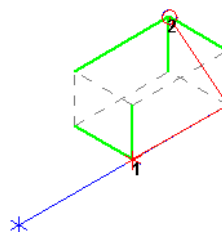

Рис.2
- ▼ **По ребру и диагонали** — выбранные точки соединяются двумя сегментами, один из которых лежит на ребре, другой — на диагонали параллелепипеда, вписанного между точками (рис.2).